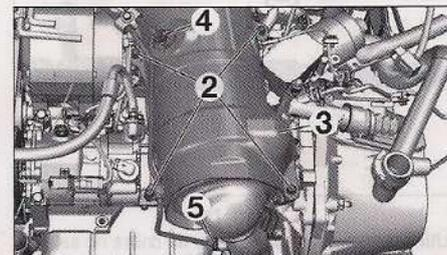

FIG. 71
- Desmontar la pantalla térmica (3) (Fig.71).